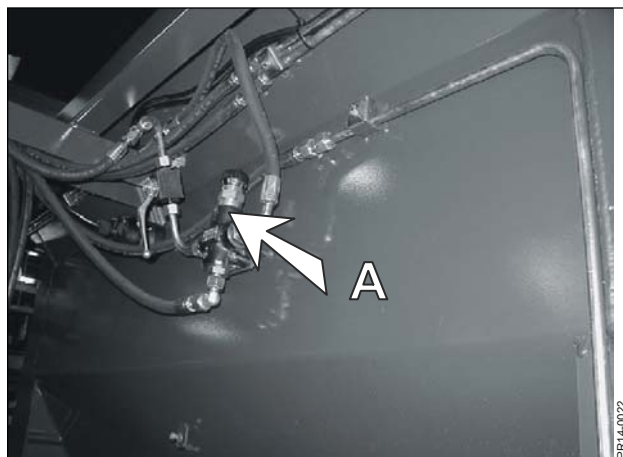

Fig. 5.1
Fig. 5.1 Bundkædehastigheden, der sammen med fremkørselshastigheden bestemmer den udsprede mængde, kan reguleres ved hjælp af en trinløs reguleringsventil. Reguleringsventilen (A) er en delev ventil, der har en enkel skala-indstilling, som fastlægger det flow, der sendes videre til hydraulikmotoren.